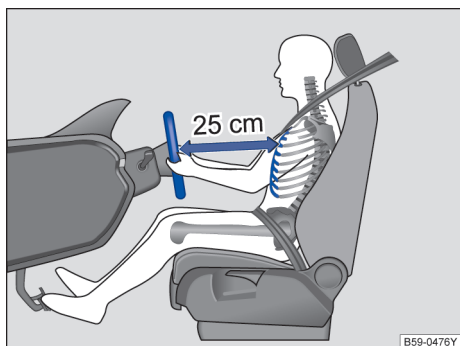

图 15 驾驶员与方向盘之间至少保持 25 cm 的距离
- 调节方向盘，使驾驶员胸部与方向盘之间至少保持 25 cm 的距离→图 15。